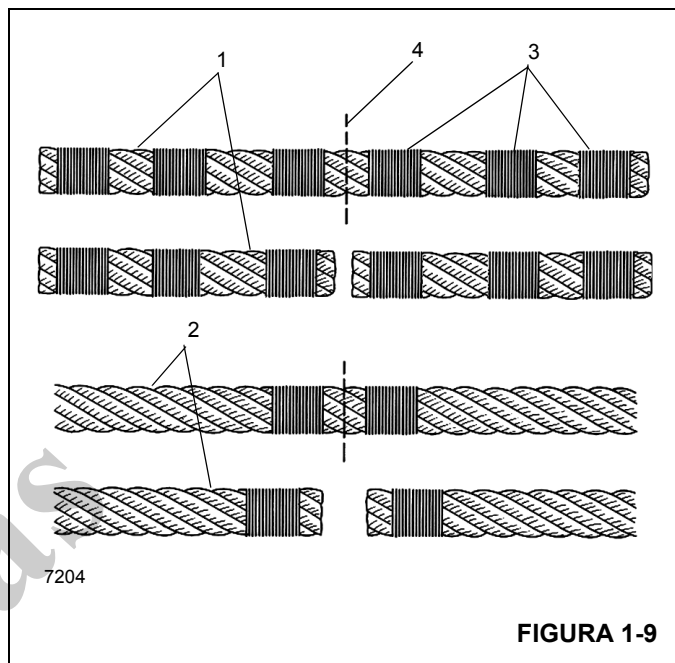

FIGURA 1-9
**NOTA:** Um cabo de aço não pré-formado (1) (Figura 1-9) deve ter três amarrações (3) feitas em cada lado do corte (4), em comparação com o cabo de aço pré-formado (2).